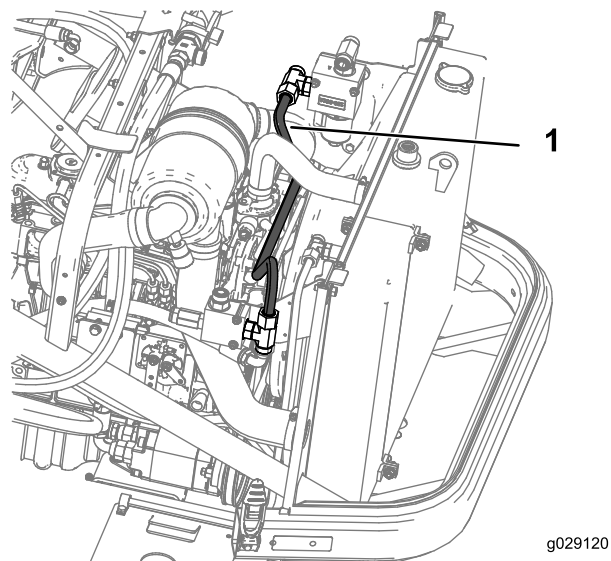

Figura 29
9. Montate il tubo idraulico D proveniente dal raccordo dell'adattatore a T (5/8 poll. maschio) del gruppo del collettore destro sul raccordo dell'adattatore a T (5/8 poll. maschio) del gruppo del collettore sinistro, come illustrato nella Figura 29.